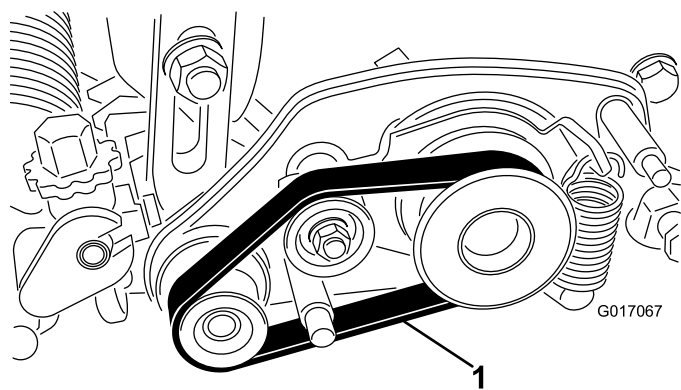

図 27
2. のように駆動プーリ、アイドルプーリ、受動プーリからベルトを外す 図 27。